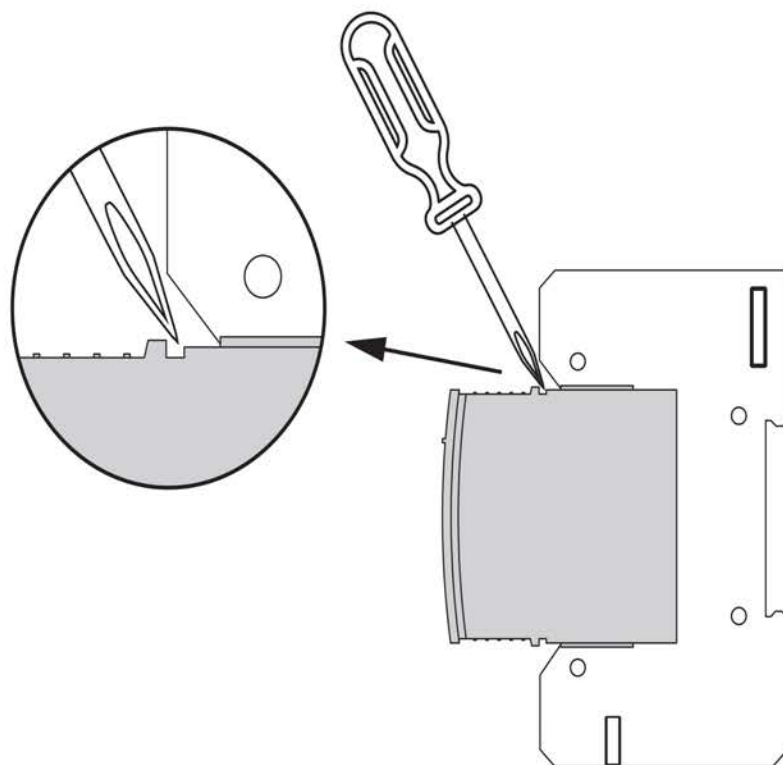

Рис. 2 – Замена варисторного модуля
2) Извлеките неисправный варисторный модуль УЗИП (с красным индикатором). Можно воспользоваться отверткой, поддев сменный модуль за специальный паз (см. рисунок 2).